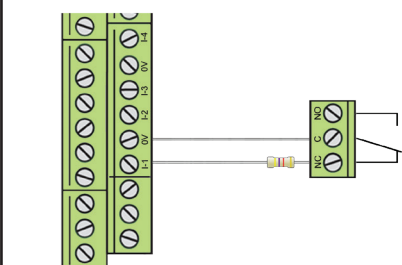

Fig. 5: Normalt stängd (NC)
- För normalt stängd (NC) larmgivare måste ändmotstånd placeras i serie med reläkontakten (Fig. 5).